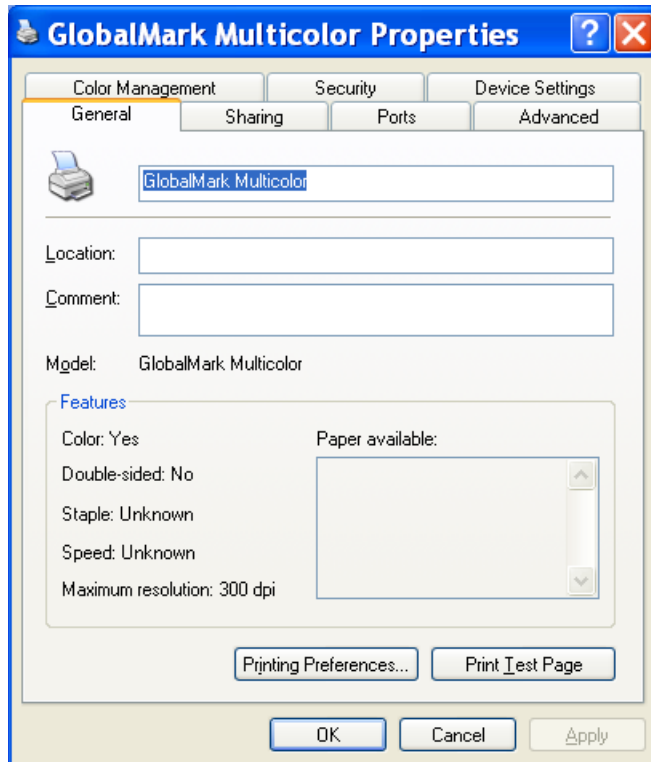

Abbildung 12-9. Druckereigenschaften – Registerkarte „Allgemeines“
2. Wählen Sie im Menü **Eigenschaften**, um das Dialogfeld **Eigenschaften** zu öffnen. Klicken Sie auf die Registerkarte **Allgemeines** (Abbildung 12-9).